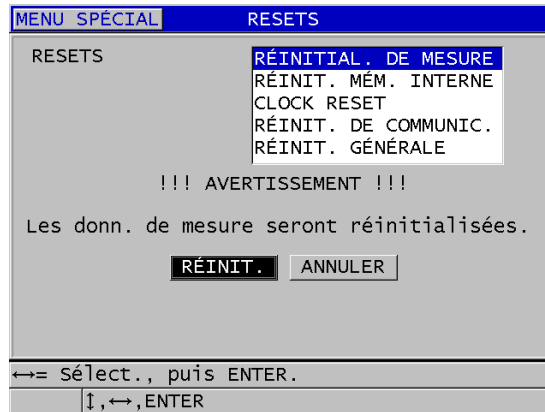

Figure 15-1 Activation d'une fonction de réinitialisation
3. Dans l'écran **RESETS**, faites ce qui suit (voir la Figure 15-1 à la page 295) :